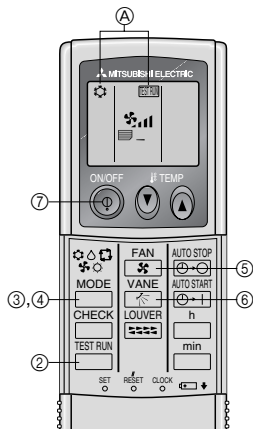

Fig. 7-2
7.2.2. 使用无线遥控器 (Fig. 7-2)
- ① 至少在试运转前12小时接通本机的主电源。
- ② 连续按下 **TEST RUN** 按钮两次。